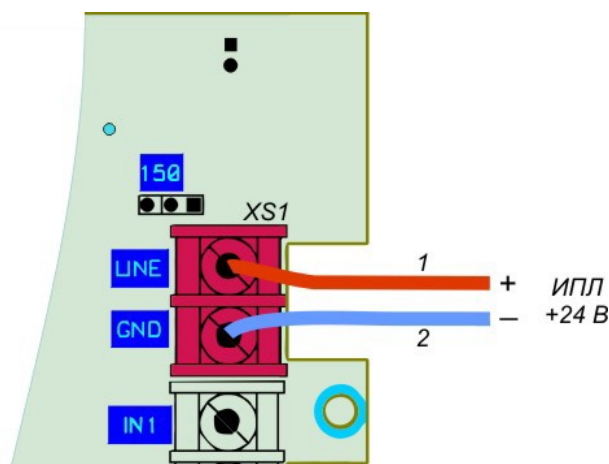

Рисунок 9 - Подключение ИПЛ
4) Выводы линии ИПЛ блока БИУ-Р подключить, соблюдая полярность, к клеммам соединителя тройниковой коробки магистрального кабеля ИПЛ интерфейса СОС-95 (рисунок 9). Рекомендуемый тип кабеля — РК 50-7-11.